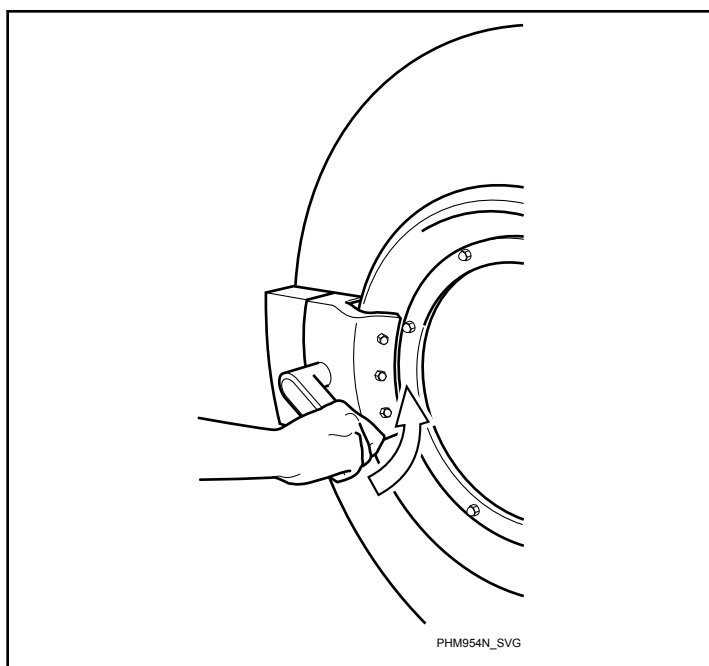

Рис. 34
4. Закройте дверцу, повернув ручку против часовой стрелки. См. Рис. 34.